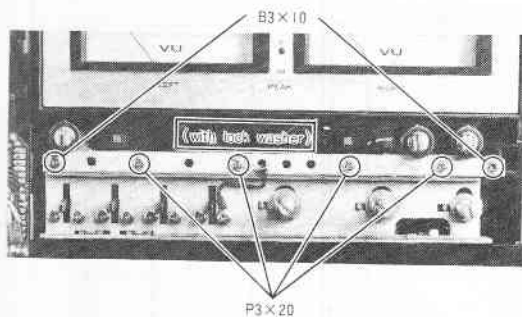

Fig. 7 Abb. 7
7. Bias adjustment/Memory PC Board and DCCS PC Board (Fig. 7)
7. Schaltplatine und Dolby-Kalibrier-Platine (Abb. 7)
-Platine (Abb. 7)
7. Plaque à circuits imprimés de commutation et plaque de DCCS (Fig. 7)